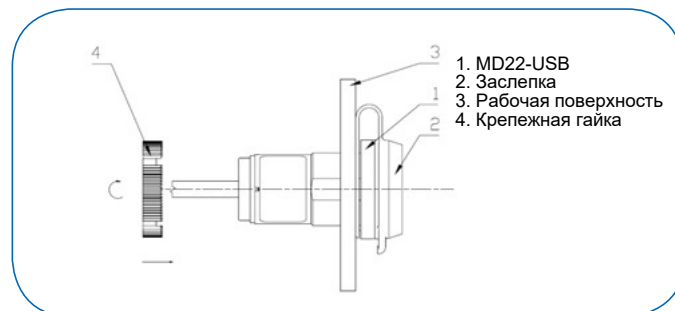

Рис. 1 Монтаж
Разъем MD22-USB (1) с защитной заслепкой (2) поместите в монтажное отверстие с лицевой стороны рабочей поверхности (3), затем ввинтите крепежную гайку в деталь под консолью (4) чтобы обездвижить соединение и закрепить отверстие (рис.1).